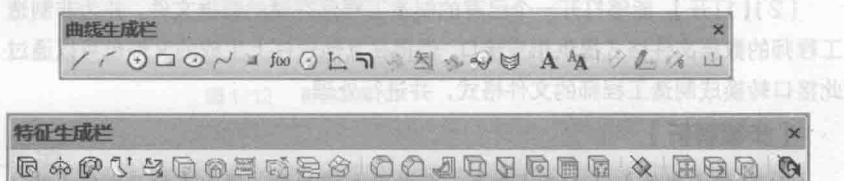

图 1-6 曲线生成栏和特征生成栏
(6) 工具栏：在工具栏中，各应用功能通过在相应的按钮上单击鼠标左键进行操作。各项工具栏可以自定义，界面上包括标准工具、显示工具、状态工具、曲线工具、几何变换、线面编辑、曲面工具、特征工具等常用的工具栏。工具栏中每一个按钮都对应一个菜单命令，单击按钮和选择菜单命令效果是完全一样的。图 1-6 所示为两个常用工具栏。